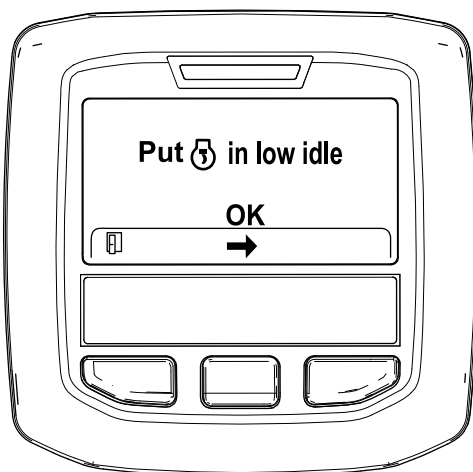

Figura 45
6. Spostate il comando dell'acceleratore in posizione di MINIMA INFERIORE e premete il pulsante centrale (Figura 45).